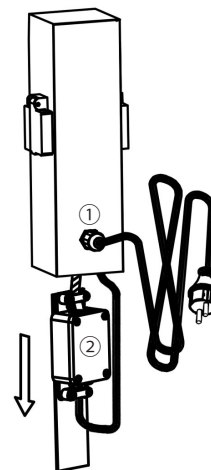

Bild 1
**Bild 1:** Die Kabelverschraubung ① lösen und die Anschlussbox ② herausziehen. Die 4 Schrauben der Anschlussbox ② lösen, die Box öffnen und das Kabel mit Stecker entfernen. Bei Anschluß an eine Anschlussdose kann auch nur der Stecker entfernt werden.